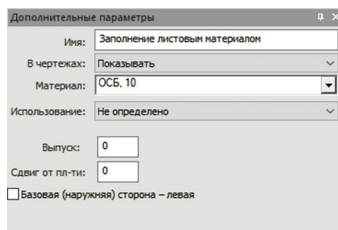

рис. 126
3. На панели **Дополнительные параметры** задайте параметры заполнения так, как на рис. 126.